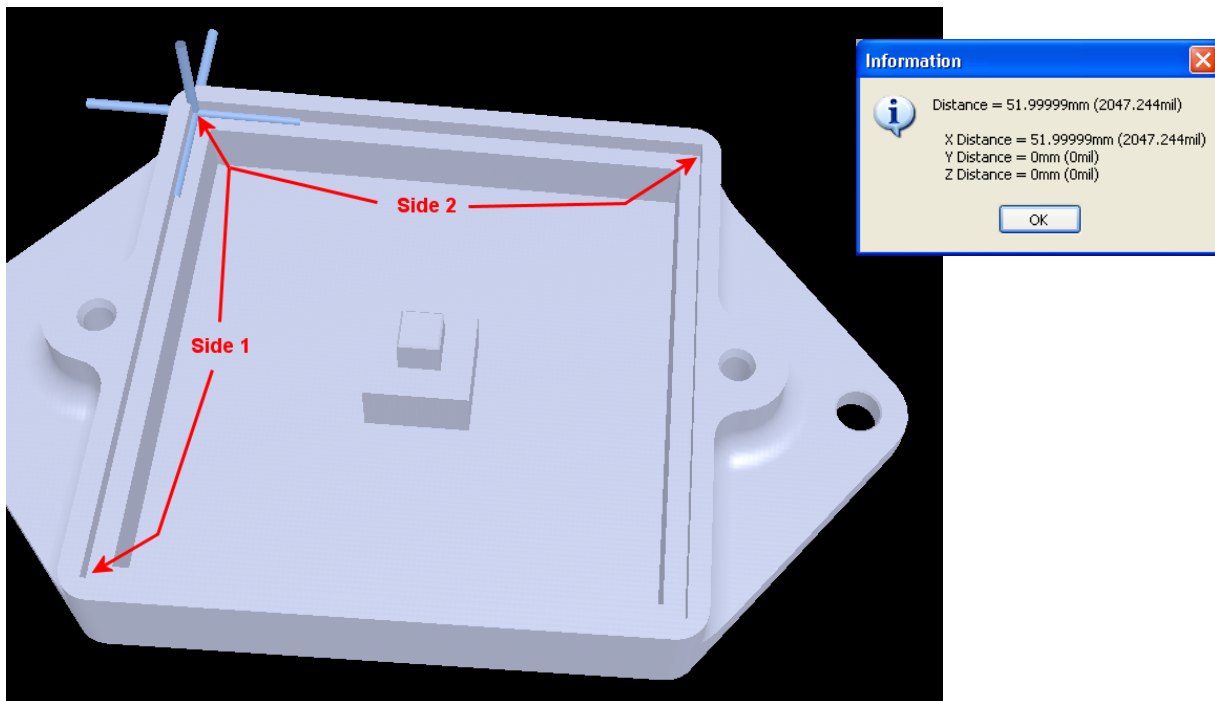

図2. PCB サイズに対する STEP モデルの測定
4. 図 2 に示されるようにカーソルを移動し、モデルの角をクリックすることで長さを測定してください。2つ目のポイントを選択後、長さ情報が表示されます。Side 1 を測定すると長さがおおよそ 52mm ある事がわかります。OK ボタンをクリックしてダイアログを閉じ、測定モードに戻ります。